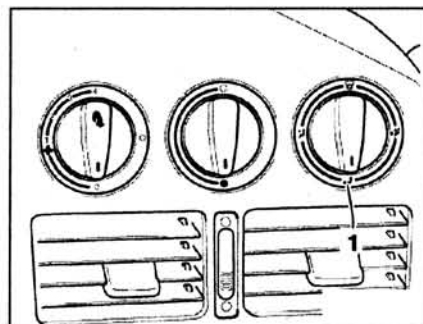

Рис. 8.79. Установите регулятор распределения воздуха в положение 1.
4. Установите регулятор распределения воздуха в положение 1 (рис. 8.79).